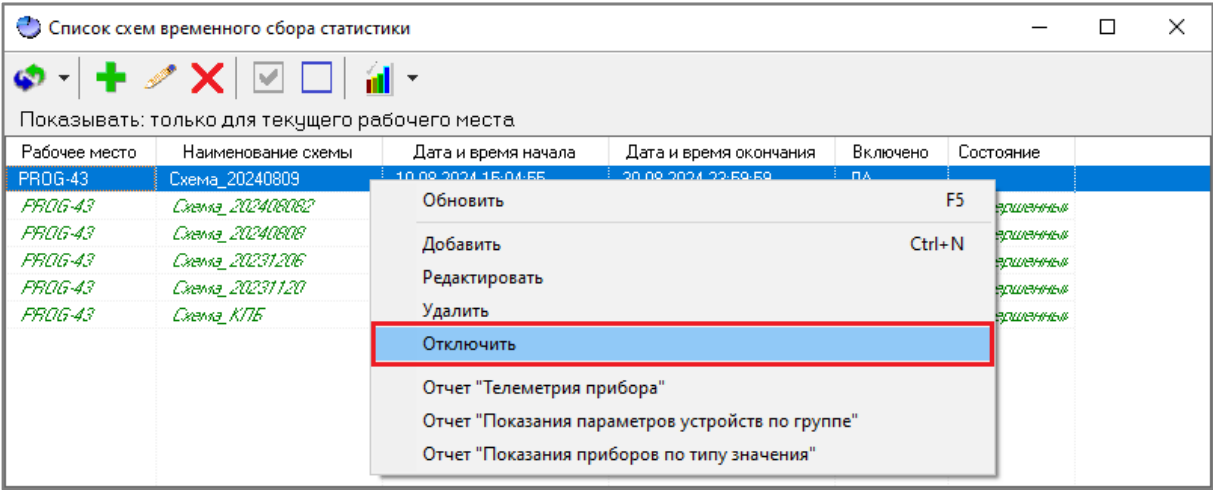

Рисунок 12-121 Отключение схемы ВСС через контекстное меню области списка схем ВСС окна "Список схем временного сбора статистики"
- либо вызовите контекстное меню области списка схем ВСС (см. п. 12.6.1.2.1) окна «Список схем временного сбора статистики» и выберите в нем пункт «Редактировать» (см. Рисунок 12-121).